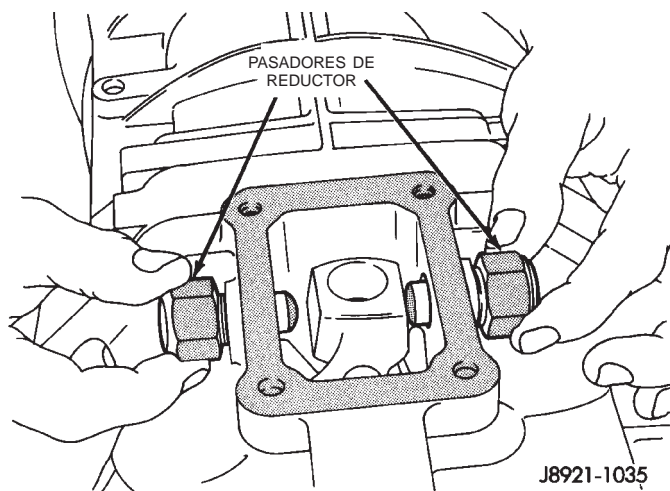

Fig. 43 Instalación de pasadores de reductor del cambiador
(15) Instale los pasadores de reductor del cambiador en la torre de cambios y apriételos con una torsión de 27 N·m (20 lbs. pie) (Fig. 43).